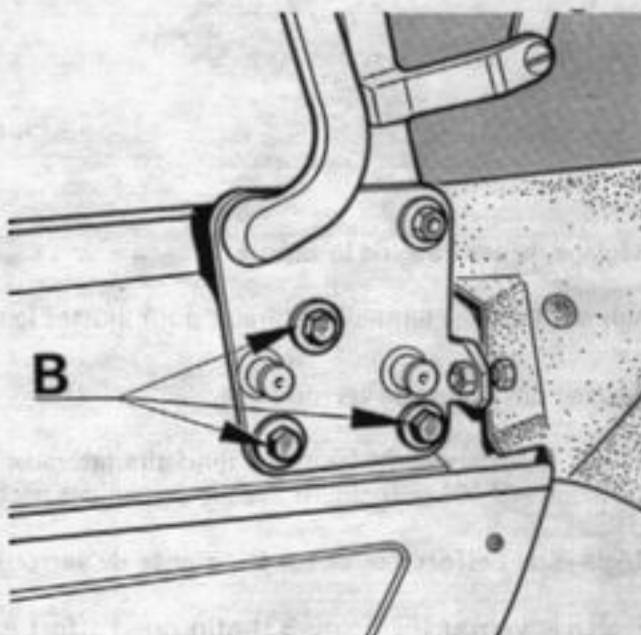

Figure 32 A 4911
- Déposer les vis de fixation des articulations, (B, figure 32)
- Positionner l'armature et fixer les articulations sans bloquer les vis, (B, figure 32)
- Bloquer les vis des articulations, (B, figure 32)